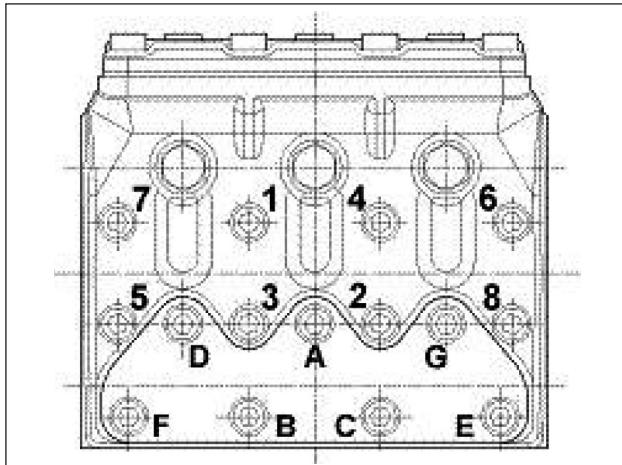

Fig. 24
** Les vis de fixation de la tête, rep. vue éclatée 39 (65-KFR), doivent être serrées avec une clé dynamométrique, en lubrifiant la tige filetée et en respectant l'ordre indiqué sur le schéma de la Fig. 24.
*** Les vis de fixation des couvercles de la soupape, rep. vue éclatée 40 (61-KFR), doivent être serrées avec une clé dynamométrique, en lubrifiant la tige filetée et en respectant l'ordre indiqué sur le schéma de la Fig. 24.